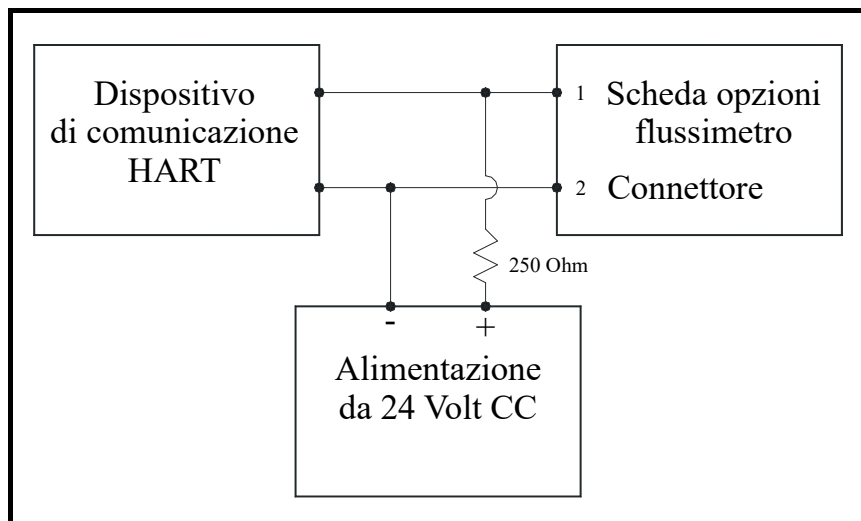

Figura 1: Collegamento della scheda opzioni
3. Collegare la scheda opzioni HART e il dispositivo HART come indicato in Figura 1 alla pagina seguente.